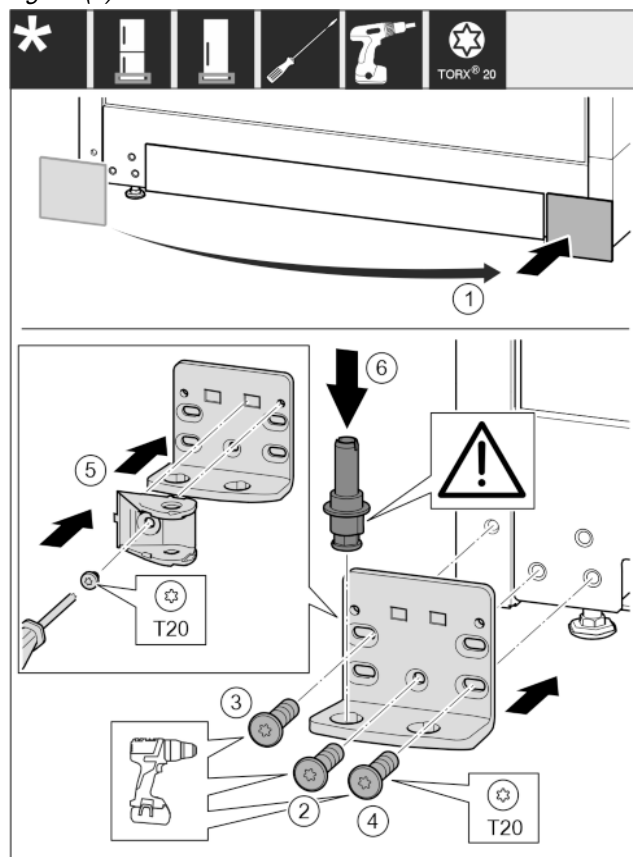

Fig. 28
- Snemite pokrov in ga namestite na drugi strani. Fig. 28 (1)
- Ležajni podstavek namestite na drugo stran in privijte s pomočjo izvijača T20. Pričnite z vijakom 2 spodaj na sredini. Fig. 28 (2)
- Privijte vijaka 3 in 4. Fig. 28 (3,4)
- Spoj blažilnika za zapiranje vrat obrnite za 180°. Na drugi strani ležajnega podstavka privijte z izvijačem T20. Fig. 28 (5)
- V celoti vstavite ležajni sornik. Pri tem pazite na to, da je zaskočni zapah obrnjen nazaj. Fig. 28 (6)